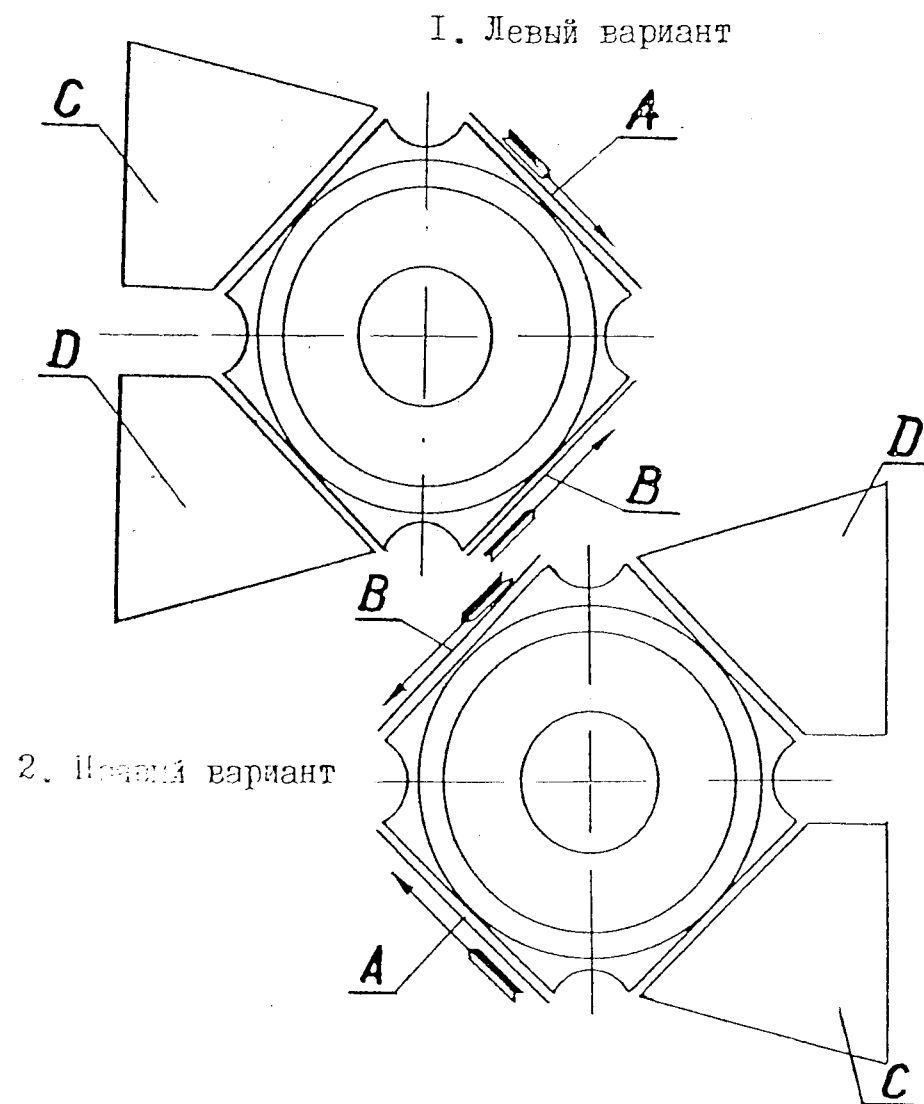

Рис. 8.1. Схема установки патрубков и крышек газосборника (вид по полёту).
3. ПРИ ПС УСТАНОВКЕ КРЫШЕК СЛЕДУЕТ ИМЕТЬ В ВИДУ, ЧТО СТРЕЛКИ, ИЗОБРАЖЕННЫЕ НА КРЫШКАХ, ДОЛЖНЫ БЫТЬ ОСТРИЕМ НАПРАВЛЕНЫ ДРУГ К ДРУГУ, КАК УКАЗАНО НА РИС. 8.1.